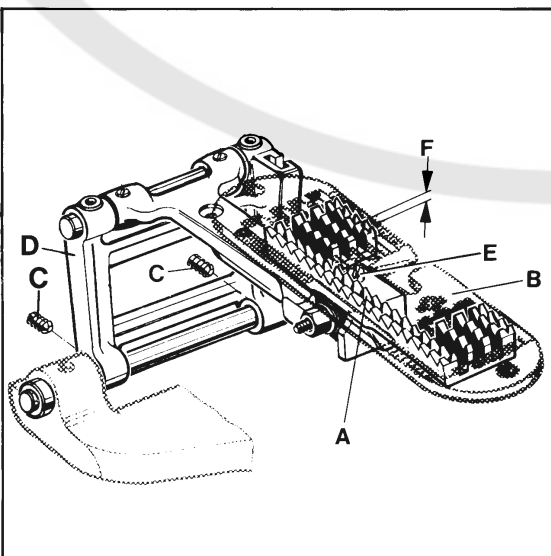

Fig. 15
The lower feed dog (A, Fig. 15) should center laterally in the slots of throat plate (B). If an adjustment is necessary loosen the two (set) screws (C) and move feed rocker (D) to the left or right as required. Retighten (set) screws (C).
At highest point of feed travel the rear teeth of the feed dog (A, Fig. 15) should just project their full depth (F) above the top surface of throat plate. Adjust the supporting screw (E) in the feed bar to the required height and assemble the feed dog.
Der untere Transporteur (A, Fig. 15) muß in den Schlitten der Stichplatte (B) seitlich vermittelt sein. Ist eine Einstellung notwendig lösen Sie die beiden Gewindestifte (C) und schieben den Transportantriebsrahmen (D) nach Bedarf nach links oder rechts. Ziehen Sie die Gewindestifte (C) wieder an.
Im höchsten Punkt der Transportbewegung sollen die hinteren Zähne des Transporteurs (A, Fig. 15) gerade eine Zahnhöhe (F) über die Stichplattenoberfläche ragen. Stellen Sie die Stützscharbe (E) im Transporteurträger auf die entsprechende Höhe und montieren Sie den Transporteur.